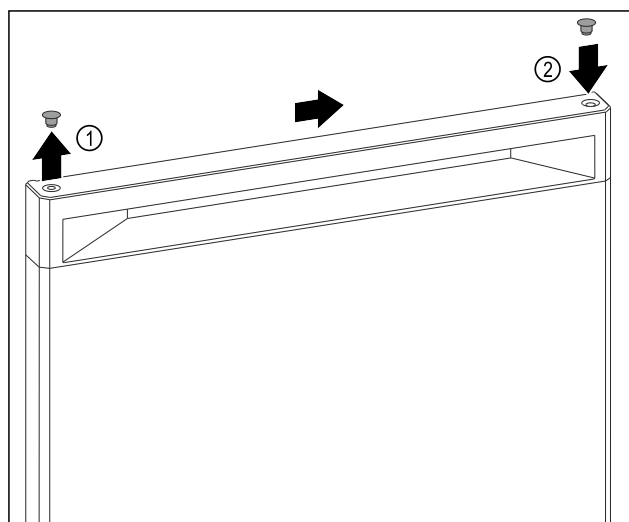

Fig. 7
- Ngrini lart me kujdes tapat mbuluese të anës së derës Fig. 7 (1) me një kaçavidë me kokë petë.
- Vendosni tapat mbuluese në anën e kundërt. Fig. 7 (2)